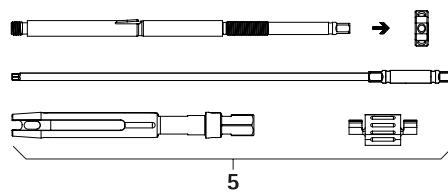

Fig. 2
- Démonter le levier de réduction percutané 5, voir Fig. 2.